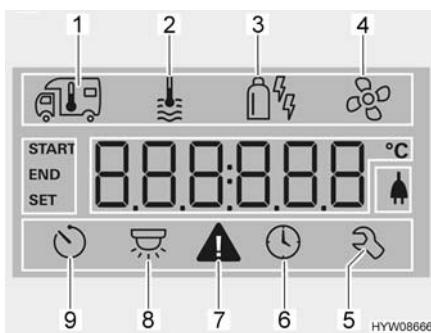

Fig. 109 Display (centralina di controllo)
- Ruotare la manopola/il pulsante (Fig. 108,6), finché il simbolo del menu del riscaldamento (Fig. 109,1) lampeggia.
- Ruotare la manopola/il pulsante (Fig. 108,6), finché il simbolo del menu relativo all'acqua calda (Fig. 109,2) lampeggia.
Selezione della modalità di funzionamento:	<ul style="list-style-type: none"> ■ Ruotare la manopola/il pulsante (Fig. 108,6), finché il simbolo del menu relativo alla modalità di funzionamento (Fig. 109,3) lampeggiava. ■ Premere la manopola/il pulsante. ■ Ruotare la manopola/il pulsante, finché viene visualizzata la modalità di funzionamento desiderata: <ul style="list-style-type: none"> ● Funzionamento a gas ● Funzionamento elettrico (900 W) ● Funzionamento elettrico (1800 W) ● Funzionamento a gas e elettrico (900 W) ● Funzionamento a gas e elettrico (1800 W)
- Ruotare la manopola/il pulsante (Fig. 108,6), finché il simbolo del menu delle ventole (Fig. 109,4) lampeggia.
- Ruotare la manopola/il pulsante (Fig. 108,6), finché il simbolo del menu del timer (Fig. 109,9) lampeggia.
- Premere la manopola/il pulsante. Il timer è attivato. Il simbolo del timer (Fig. 109,9) lampeggiante quando il timer è programmato e attivo.
In caso di avviso, il relativo simbolo lampeggia (Fig. 109,7). Il riscaldamento rimane in funzione. Se si tratta solo di un guasto temporaneo, il simbolo di avvertimento si spegne autonomamente.